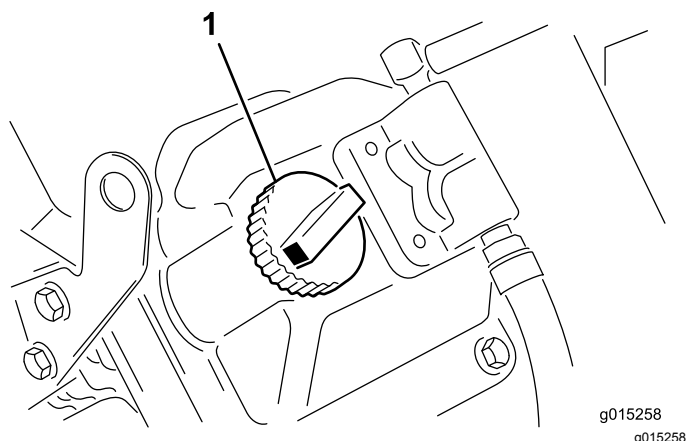

Figura 9
- Si el nivel de aceite está por debajo de la marca Lleno, retire el tapón de llenado y añada aceite hasta que el nivel llegue a la marca Lleno de la varilla (Figura 9).